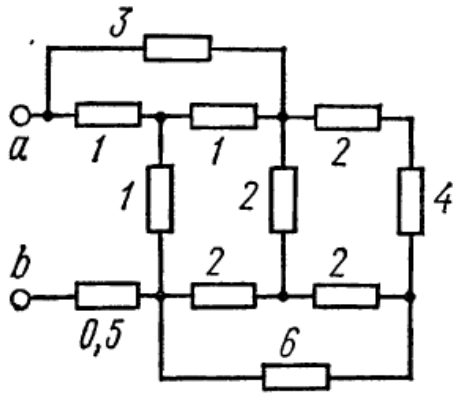

Рис. 4.12
**ЗАДАЧА 4.13.** В схеме рис. 4.12 сопротивления резисторов указаны в омах. Определить входное сопротивление схемы относительно точек а и б.